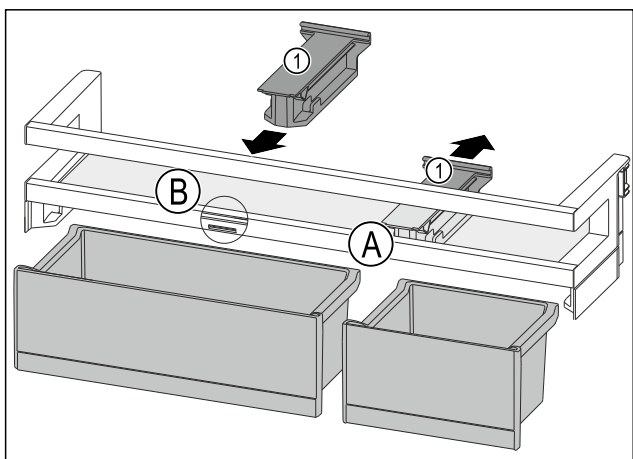

Fig. 107
- ▶ Húzza hátra a tartóelemet Fig. 107 (1) pozícióba Fig. 107 (A).
- ▶ Helyezze be a tartóelemet Fig. 107 (1) pozícióba Fig. 107 (B).